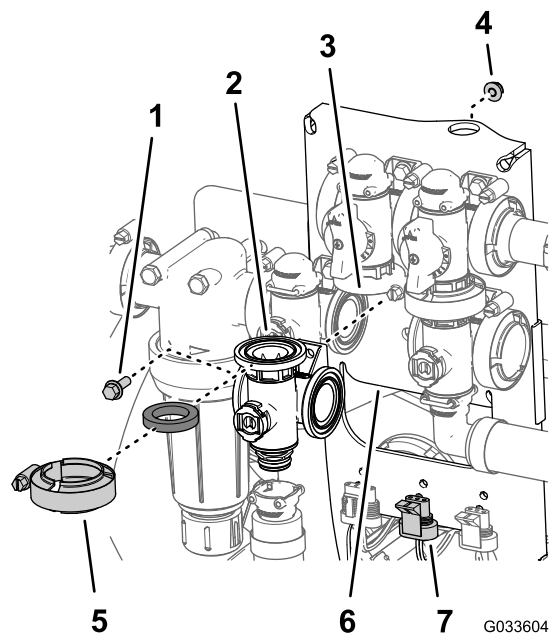

Figura 127
1. Alinee la brida del distribuidor de la válvula de agitación, una junta y la brida de la válvula de desvío de agitación (Figura 127).
- Monte la válvula de agitación en el soporte de la válvula con el perno con arandela prensada y la contratuerca con arandela prensada (Figura 127) que retiró en el paso 3 de Retirada de la válvula multivía de agitación (página 83), y apriete el perno y la tuerca a 10-12 N·m.